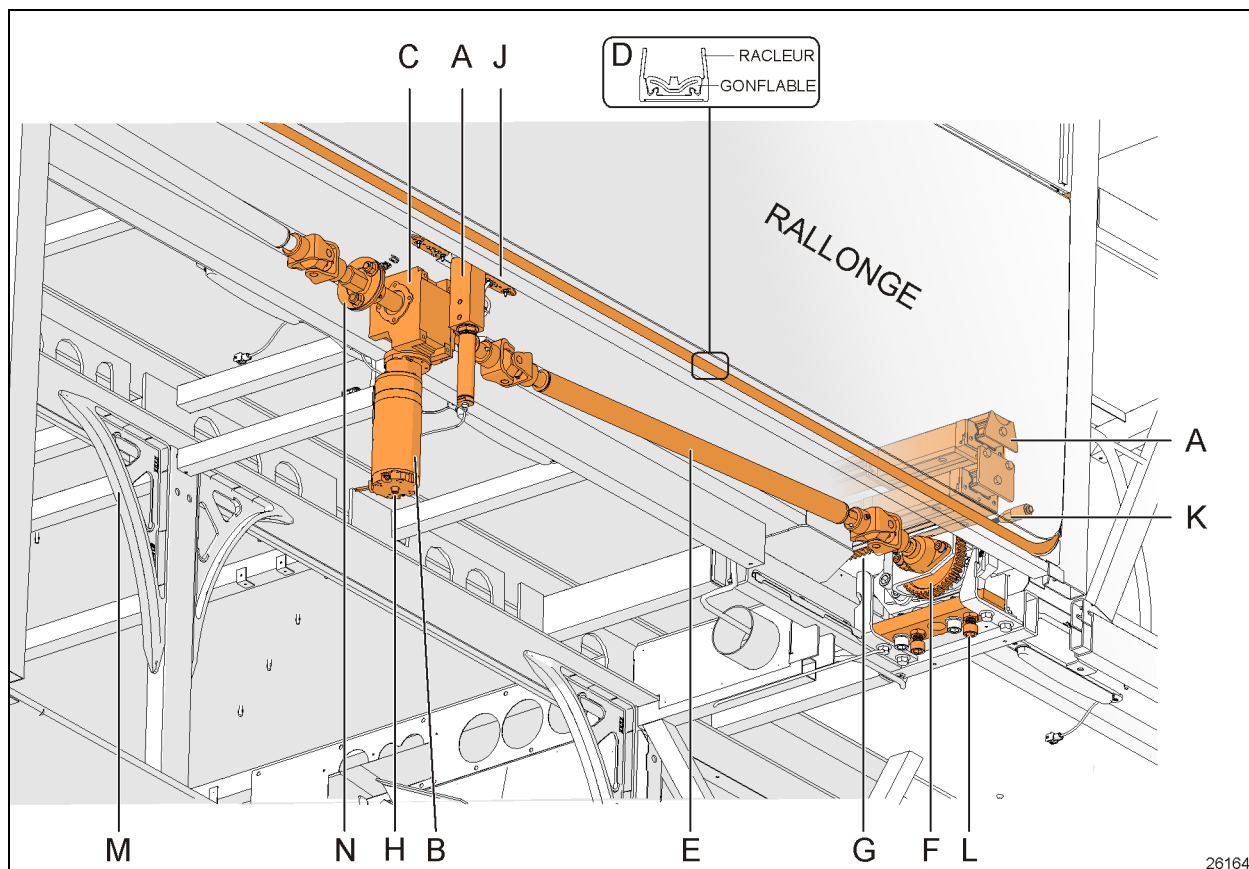

FIGURE 2: APERÇU DU MÉCANISME TYPIQUE
Se rapporter à la Figure 2. Chaque extension est déplacée vers l'intérieur et l'extérieur sur des rails qui reposent sur des paliers linéaires superposés (A). L'énergie provient d'un moteur électrique (B). Il est orienté verticalement ou horizontalement. Le moteur entraîne un réducteur de vitesse à angle droit (C).